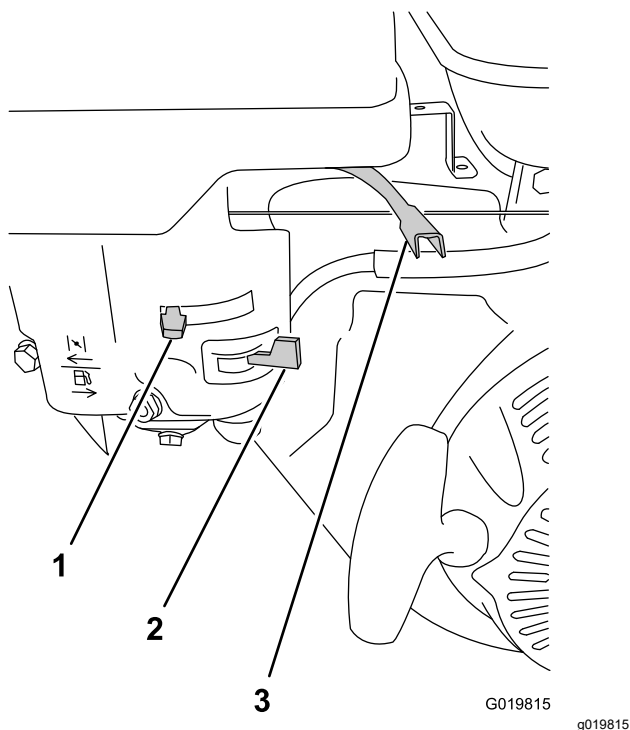

Figure 28
2. Tournez le robinet d'arrivée de carburant complètement à droite en position OUVRETE (Figure 28).
3. Placez la commande du volet de départ à la position EN SERVICE (Figure 28).